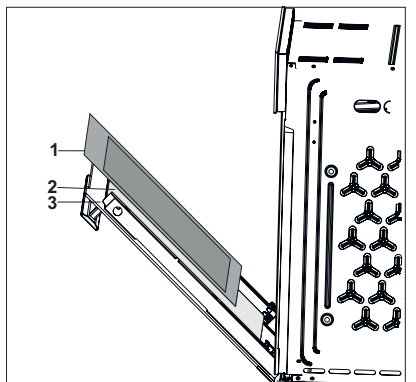

Fig. 38
- Rimuovere il vetro interno e quello intermedio dell'apparecchio per pulirlo (Fig. 38).